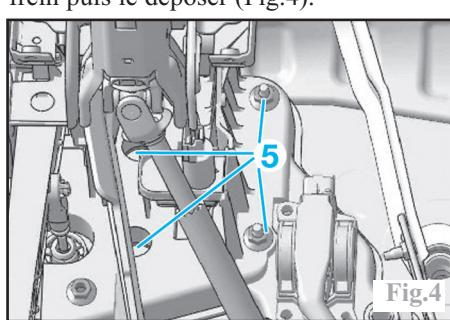

Fig.4
Déposer les vis de fixation (5) du servo frein puis le déposer (Fig.4).